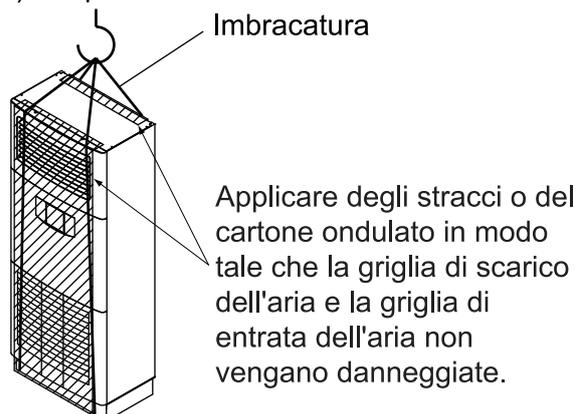

Fig. 1
- Per sollevare l'unità durante la movimentazione, usare un'imbracatura fatta di materiale morbido (tessuto, nylon, ecc.), come illustrato sotto. **(Fare riferimento alla Fig. 1)**
(1) Sospensione orizzontale
(2) Sospensione verticale